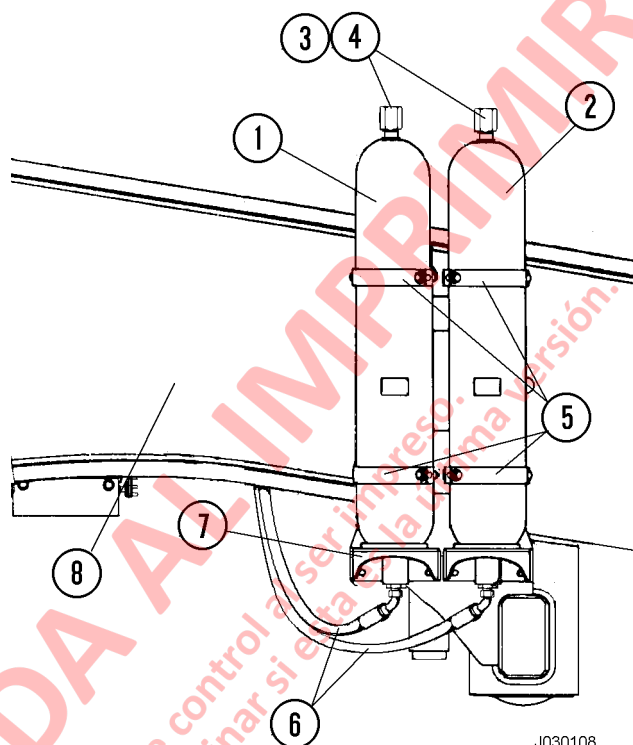

FIGURA 3-14. ACUMULADORES DEL SISTEMA DE FRENOS
3. Retire la cubierta protectora (3, Figura 3-14) de la protección de la válvula de carga en la parte superior del acumulador.
5. Desconecte la línea de aceite (6) del puerto hidráulico inferior. Tape el puerto y el acople de la manguera para evitar que se contaminen.
1. Coloque el acumulador en el soporte de montaje (7, Figura 3-14) con la etiqueta de advertencia visible.
3. Instale la línea de aceite (6) en el puerto (hidráulico) inferior.
5. Instale la cubierta protectora (3) sobre la válvula de carga en la parte superior del acumulador.